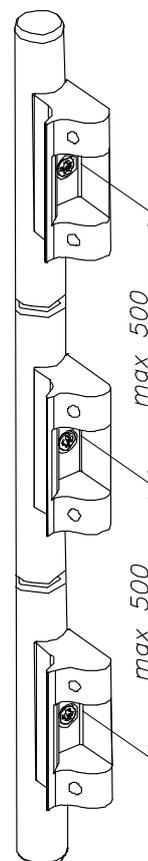

Рисунок 5
3. К алюминиевой трубке прикручиваем соединители (рис 3 и 4), количество соединителей подбираем так, чтобы расстояние между ними не превышало 500 мм (рисунок 5).